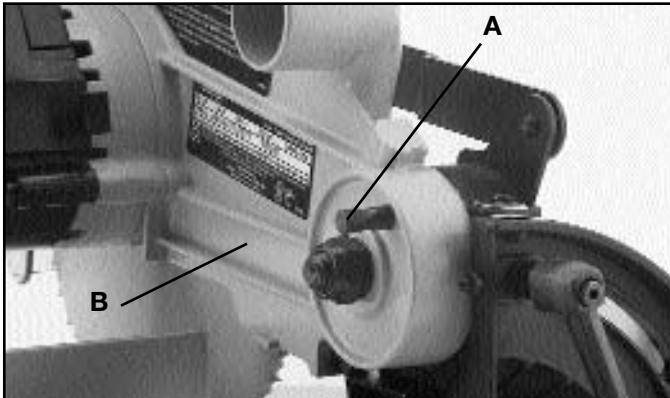
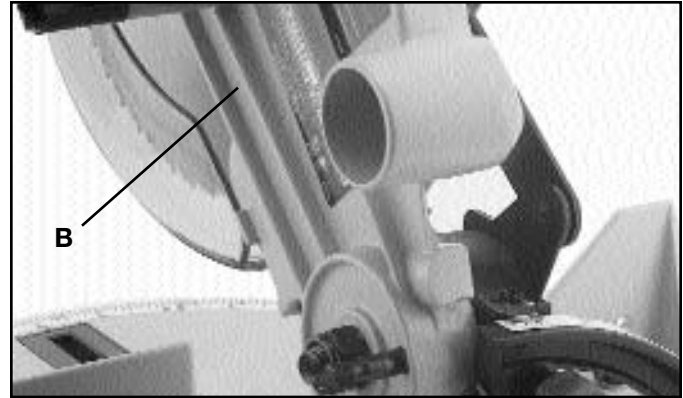

Fig. 3
Fig. 4
1. Tire del pasador (A) Fig. 3 a la posición retirada, soltando el brazo de corte (B) y permite que el brazo (B) mueva a la posición elevada, como lo ilustra la Fig. 4.